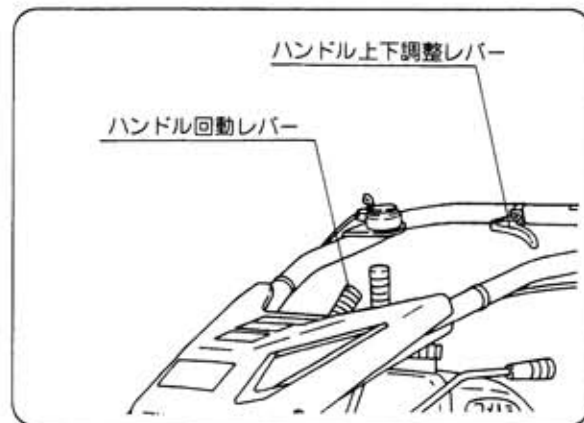

図22
- ① ハンドル左右の調整は、ハンドル回転レバーを下方向に押して（ハンドルを少し持ち上げると楽に動く）左右方向に移動してください。（図22）